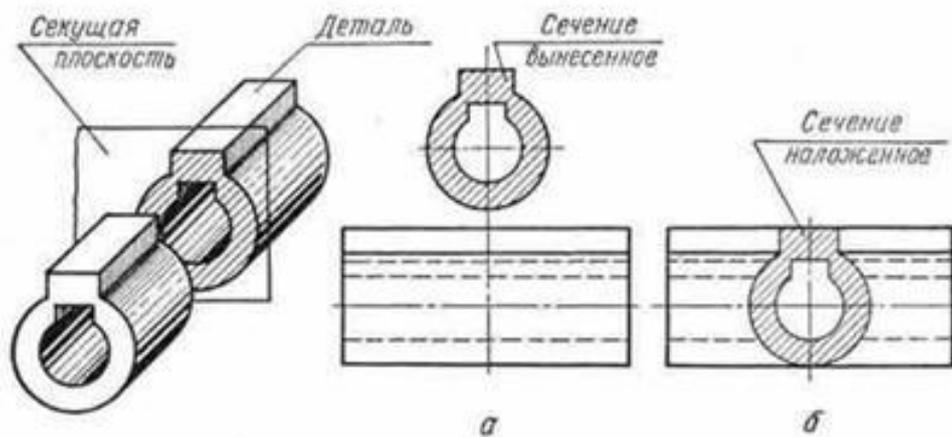

рис.2
1. Вынесенные. Отображаются за пределами контура предмета.(рис.2,а)
2. Наложённые. Отображаются в рамках контура детали.(рис.2,б)